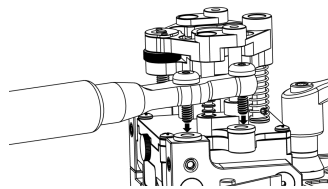

FIG. 3
1. Pour fixer la poignée, choisissez l'orientation dans laquelle vous utiliserez le Pocket Mill Pro, soit le côté de la main que vous n'utilisez pas pour tenir votre perceuse. Placez les (2) rondelles de $\frac{1}{4}$ po (pièce no 3), puis la poignée (pièce no 4) et (2) boulons à épaulement en acier inoxydable 10-32 x $\frac{3}{8}$ (pièce no 5). (Voir figure 3.) Serrez les boulons d'épaulement 10-32 à l'aide de la clé hexagonale de $\frac{1}{8}$ po.